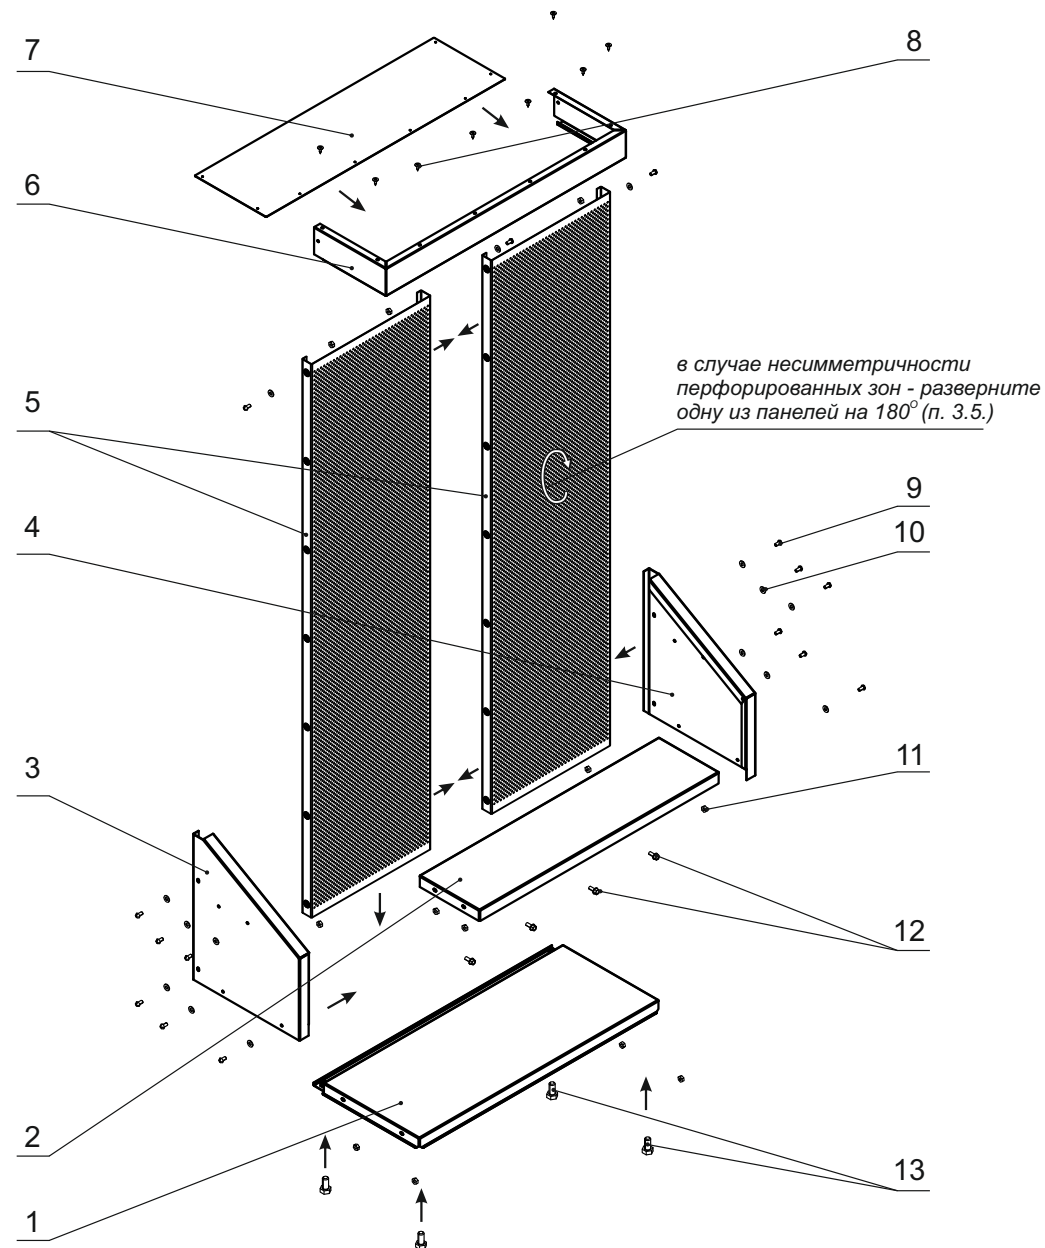

Рис. 1. Схема сборки станда
- 3.2. Проверьте комплектность поставки (номера позиций на рис. 1 и рис. 2 соответствуют позициям в списке комплектующих).
- 3.5. Соедините между собой панели перфорированные 5 используя винты 9, шайбы 10 и гайки 11. При этом, обратите внимание на симметричность перфорированных зон панелей 5 относительно линии их стыковки. В случае несимметричности, разверните одну из панелей на 180 градусов в плоскости перфорации, как показано на рис.1 .